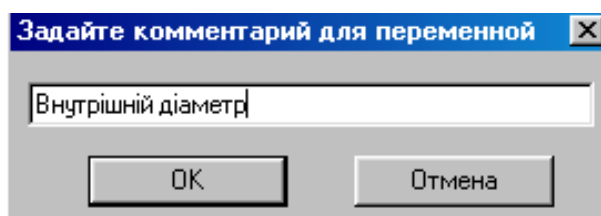

Рисунок 4.9 – Введення коментарію
5. У текстове поле вікна, що з'явилося, введіть коментар до змінної **Внутрішній діаметр** (рис. 4.9).